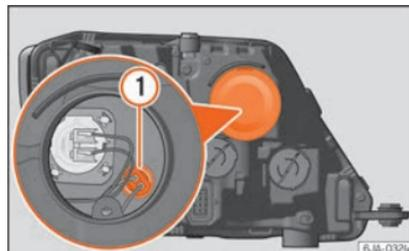

Fig. 90 Sostituzione della lampadina per le luci di posizione.
- Togliere il coperchio di protezione **»» fig. 90.**
- Estrarre il portalampada **»» fig. 90 1** tirandolo verso l'esterno.